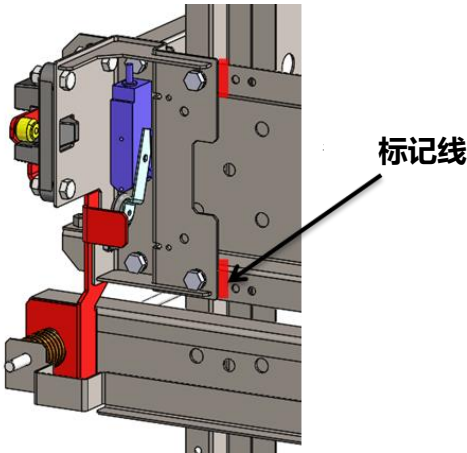

Fig. A-1 为作为再次调整的参考而进行标记。
1. 为作为安全钳安装支架位置的参考，在木板上做标记 (参照图 A-1)。